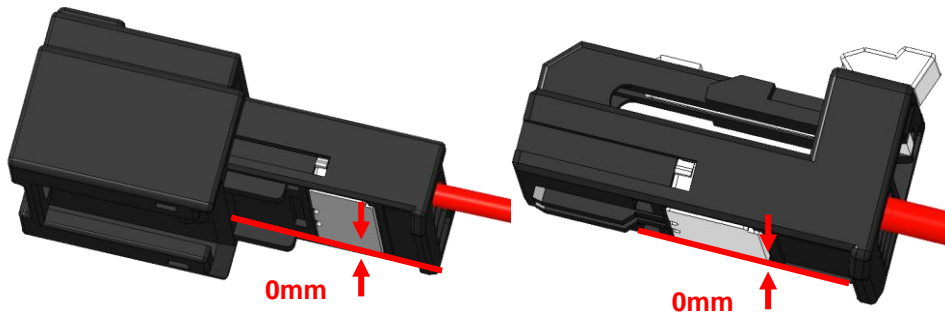

Fig. 9
(1) 모든 Cavity 에 단자를 삽입한 후, TPA 를 삽입하여 Final lock 상태를 완료하시오. (Fig.9 참조) 단자 걸쇠가 걸리고, 삽입이 멈췄을 때 작동 완료 상태이다.